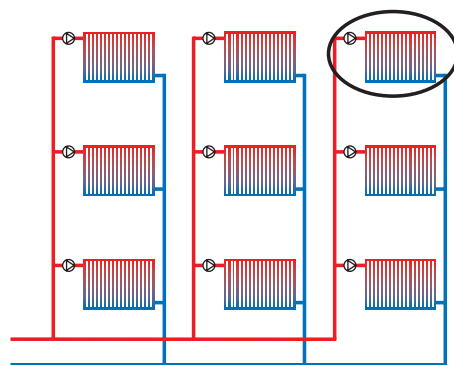

Fig. 6 : mesure sur le dernier radiateur (vanne).
- Modifiez le pré réglage actuel de la vanne à la position la plus défavorable sur 2. Mesurez la pression différentielle sur cette vanne avec l'outil  $\Delta P$  Danfoss et ajustez la pression du circulateur (fig. 6).